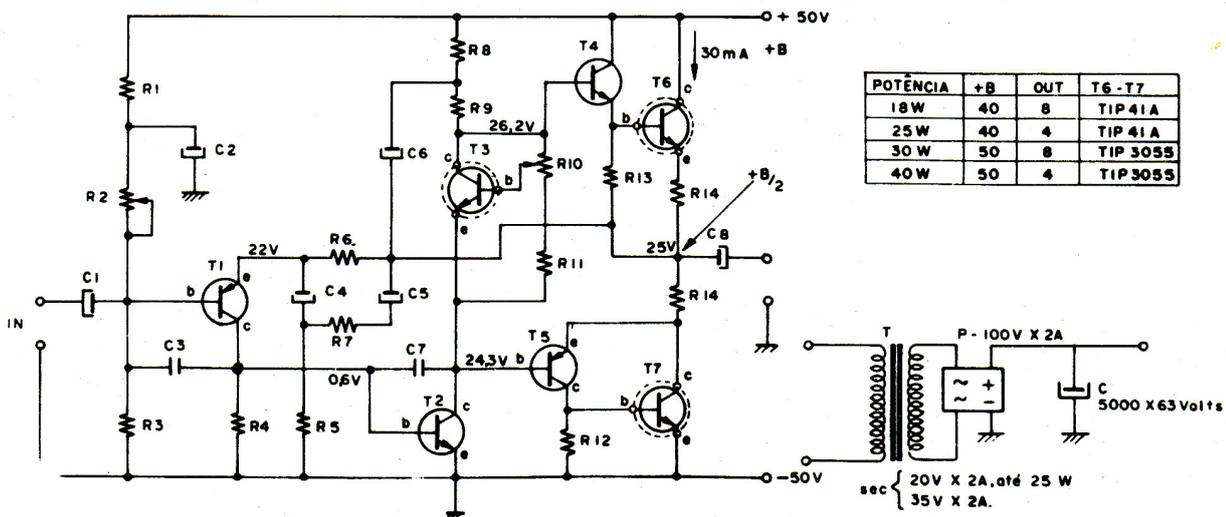

FIGURA 8
A figura 8 mostra o diagrama esquemático do amplificador que tem potência variável de 18 a 40 Watts, respectivamente. Essa gama de potência está diretamente ligada à escolha dos transistores de saída, T6 e T7, bem como a tensão +B aplicada neles. Ao lado do diagrama esquemático elétrico, FIGURA 8, aparece uma tabela onde estão os tipos de transistores (T6, T7) usados, potência, a tensão +B e a impedância de saída.
POTÊNCIA .....	VEJA TABELA NA FIGURA 8
- T 6 - NPN silício (veja tabela figura 8)
- T 7 - NPN silício (veja tabela figura 8)
A fonte de alimentação que é mostrada junto com a FIGURA 8 é do tipo retificação de onda completa por ponte. Para as potências de 18 e 25 Watts, o transformador T deverá ter seu secundário 28 Volts AC X 2 ampères. Para potência entre 30 e 40 Watts o secundário deve ter 35 Volts AC X 2 ampères. Se for utilizado em versão estéreo, a corrente do transformador deverá ser duas vezes as mencionadas para versão mono.